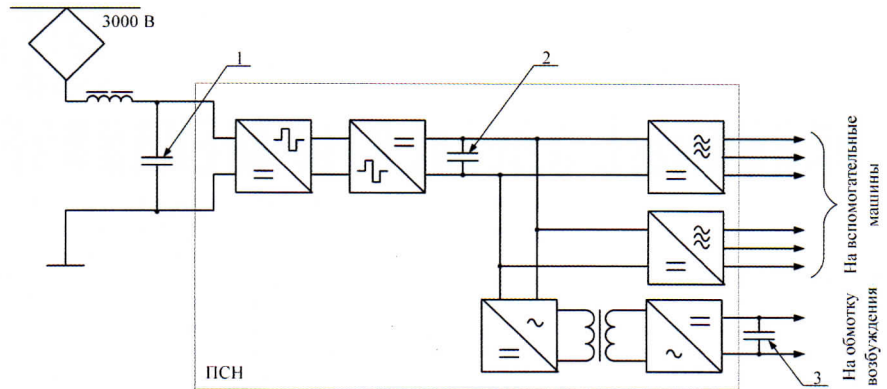

Рис. 6. Схема размещения накопителя энергии в структуре ПСН
- на входе ПСН (рис. 6, поз. 1). Накопитель сглаживает скачки напряжения контактной сети, обеспечивает бесперебойное питание ПСН и предотвращает возникновение электрической дуги при
- на выходе импульсного преобразователя постоянного напряжения (ИППН), входящего в состав ПСН (рис. 6, поз. 2). Накопитель сглаживает пульсации напряжения, возникающие при работе ИППН и компрессоров;
- в канале возбуждения ТД на выходе ПСН (рис. 6, поз. 3). Накопитель сглаживает пульсации тока возбуждения ТД в режиме рекуперации.